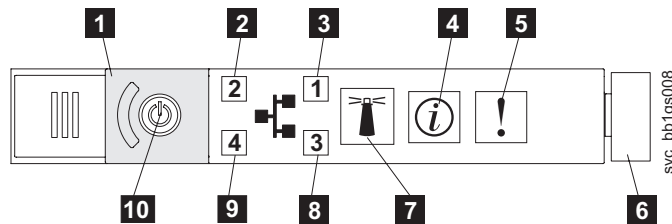

図 95. SAN ポリリューム・コントローラー 2145-CF8 オペレーター情報パネル
1. **SAN ポリリューム・コントローラー 2145-CF8 オペレーター情報パネル** 上のエラー LED (図 95 を参照) が点灯または明滅していますか?